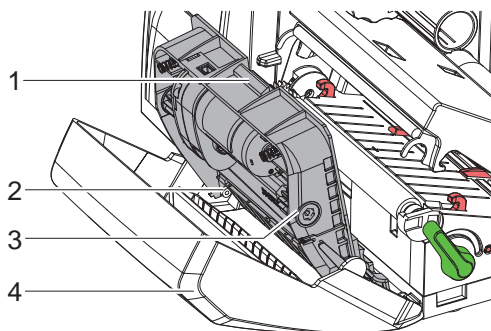

Fig. 19 Opstilling af knive
- Drej hjulakslen (6) med uret med en torx-skruetrækker TX10 indtil tandstængerne (7) drejer frit.
- Før den øvre klinge (9) ud af føringen (8).
- Tag den nedre klinge (10) ud.
- Sæt den nedre klinge ind ovenfra i holderne (11).
- Om nødvendigt skal fjedrene (12) sættes ind i fjederholderne (13) igen.
- For at indsætte den øvre klinge skal du trykke den nedre klinge hen mod forskærmen, indsætte den øvre klinge i føringen og skubbe den opad indtil tandstængerne (7) gribes fast af tandhjulene (5).
- Drej hjulakslen (6) mod uret med en torx-skruetrækker TX10 indtil klingen har nået det øvre anslag.
5. Hæng knivgruppen (3) ind i akslen (2), som vist i fig. 19, og sving den ind i forskærmen (4) indtil den klikker på plads.